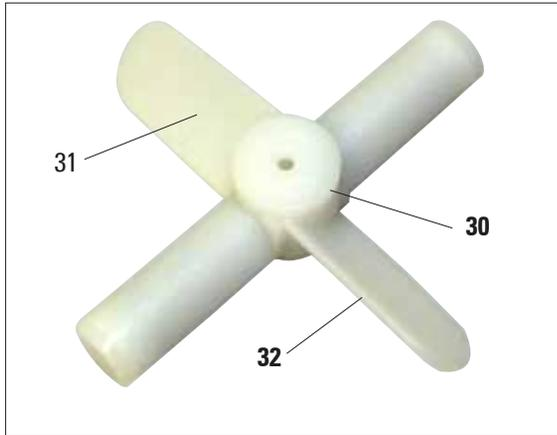

Fig. 7
- Desembale o agitador magnético (30, Fig. 7) e insira na retorta.
(Fig. 7)